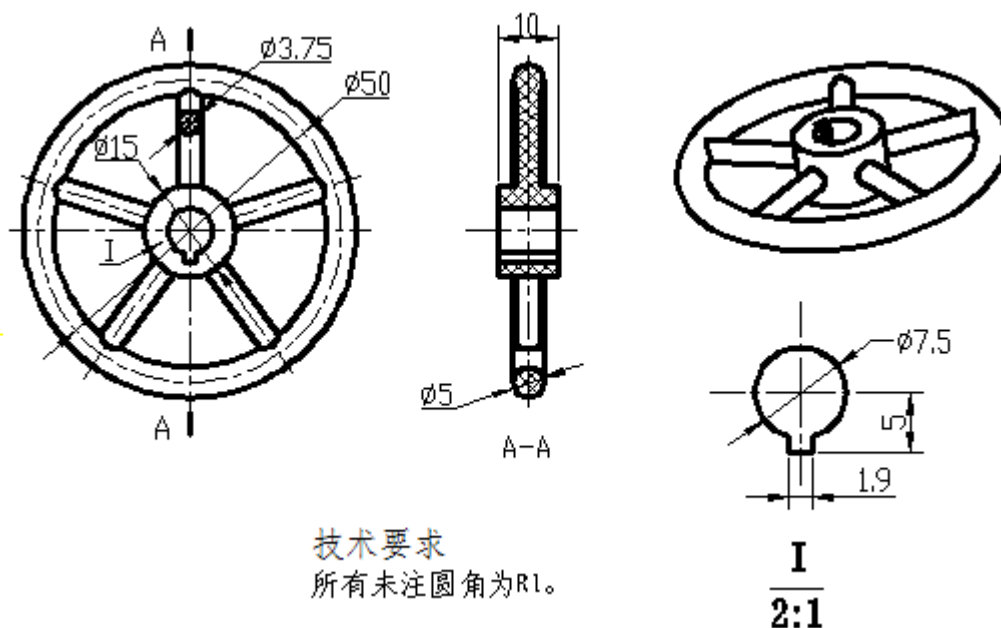

图3-9轮毂
按照图3-9的要求，对轮毂零件进行产品造型、结构设计与3D打印。塑件材料：ABS。技术要求：
(1) 在F盘下建立考生文件夹，文件夹名称为考生准考证号。产品零件设计的结果文件保存于此文件夹中。
(2) 根据图3-9对产品进行造型，并对内部结构进行设计，文件名称为CPSJ3DDY
(3) 对产品设计的结果文件进行3D打印
(4) 对打印的零件进行后处理（含去支撑、粘接等）